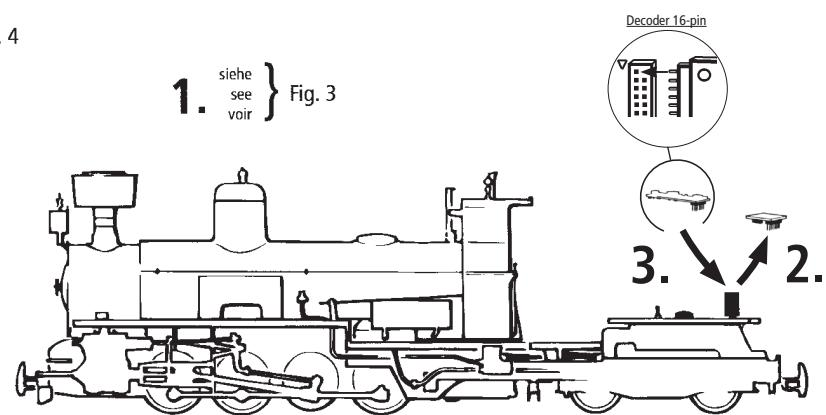

Fig. 5
3. Hafltreifenwechsel: Zuerst Kurbelzapfen herausziehen (Fig. 5). Danach den Hafltreifen mit einer Nadel oder einem feinen Schraubendreher abziehen. Beim Aufziehen des neuen Hafltreifens darauf achten, dass dieser sich nicht dreht.
3. Change of traction tyre: First pull out crank shaft pin (fig. 5). Remove tyre using a pin or a fine screwdriver. When pressing on the new traction tyre, please avoid twisting it
3. Échange des bandages d'adhérence: Retirer le pivot de manivelle (fig. 5). Délogez ensuite les essieux bandages et enlevez, à l'aide d'une aiguille ou d'un tourne-vis les bandages d'adhérence. Lors du montage des nouveaux bandages veuillez à ce que les bandages ne soient pas tordus